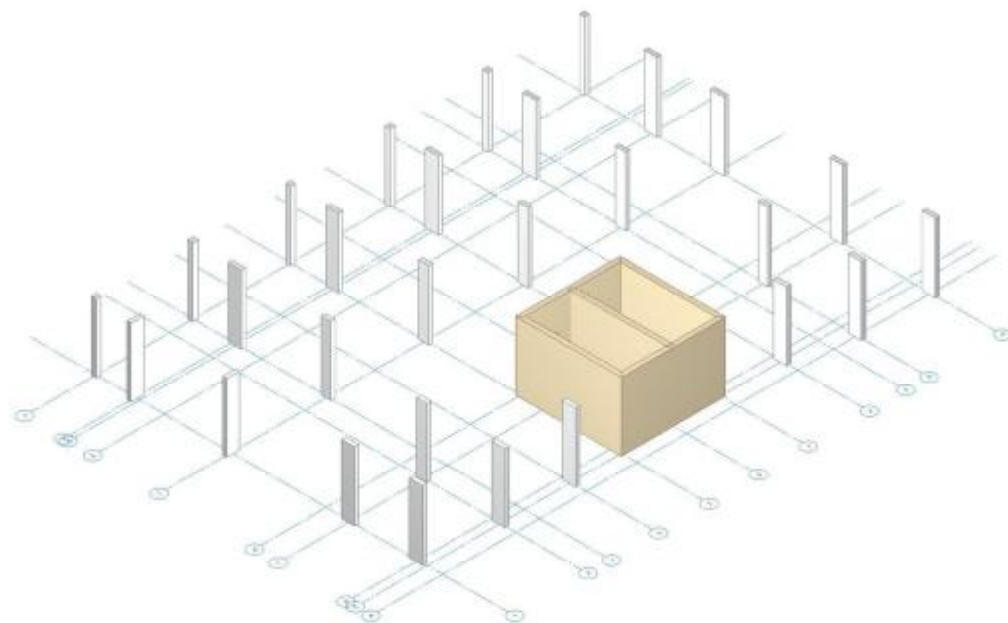

Рис. 3.6. Схема расположения колонн и стен
- ▶ Переместите курсор в окно графического вида и поместите его на изображение стены, расположенной на нужной оси (рис.3.6).